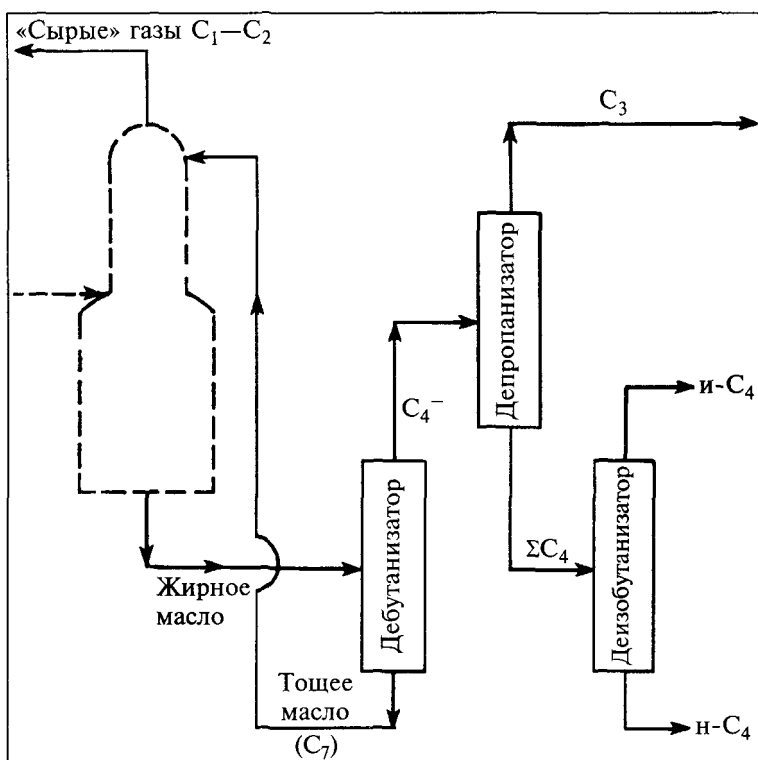

Рис. 7.3. Отделение бутана, пропана и изобутана
4. *Дебутанизация* (отделение бутана). Обогащенное (жирное) масло поступает в следующую колонну, которую называют дебутанизатором. В этой колонне пропан и бутан отделяются от нефти. Поскольку нефть начинает кипеть при температуре около 80°C (180°F), а бутан кипит приблизительно при 0°C (32°F), то они довольно легко разделяются (рис. 7.3), гораздо легче, чем бутан и пропан отделяются от этана в ректификационной колонне. Жидкая фракция из сепаратора также направляется в дебутанизатор.